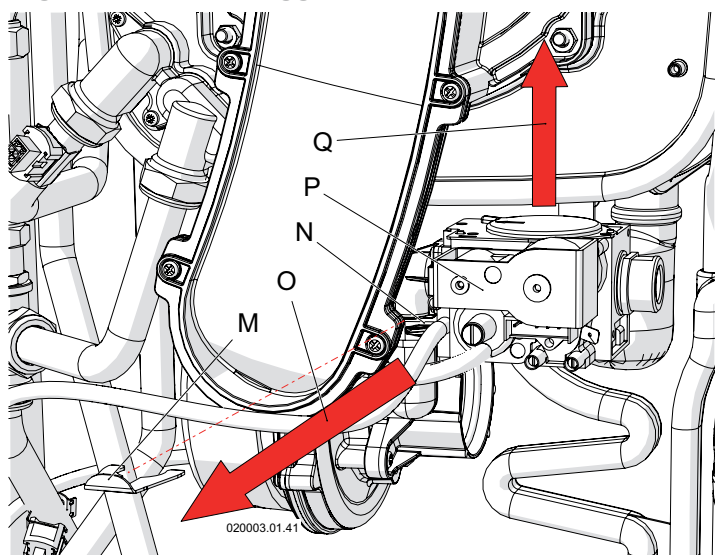

Figura 6-4 - Smontaggio valvola gas
- liberando la valvola "P" (Vedi figura 6-4)
18. - Rimontare la valvola del gas (vedi figura 6-4, particolare "P"), avendo cura di riposizionare la molla "M".